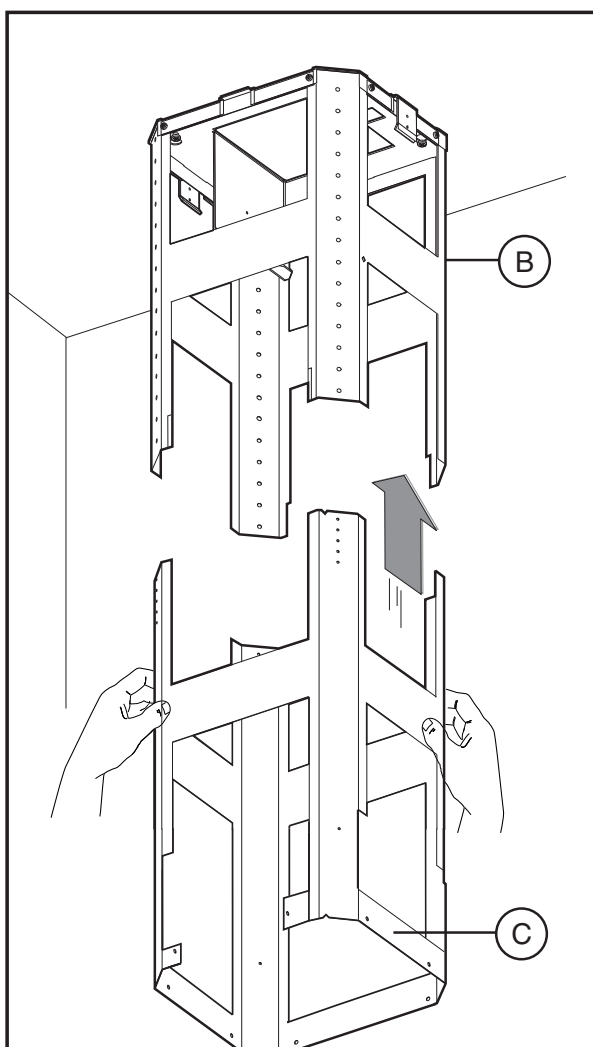
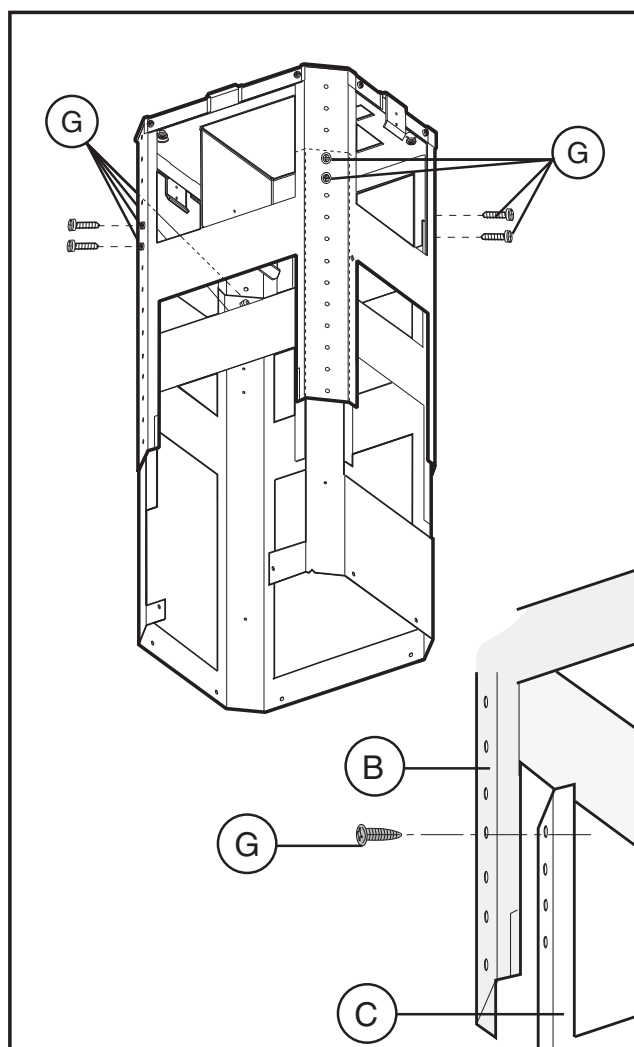

Fig.4
Fig.5
- Prendre la partie inférieure de la structure télescopique **C** et l'insérer sur la partie supérieure **B** (**Fig.4**). Régler la hauteur désirée et la bloquer au moyen des 8 vis **G** fournies avec l'appareil (**Fig.5**).
Fig.5: Assembler la cheminée inférieure **1** à celle-ci supérieure et la fixer attentivement en utilisant le ruban adhésif **2**. Fixer le tube flexible (**TUYAU CIRCULAIRE DE 6" FLEXIBLE EN MÉTAL NON INCLUS**) sur la buse sortie de raccordement **3**.